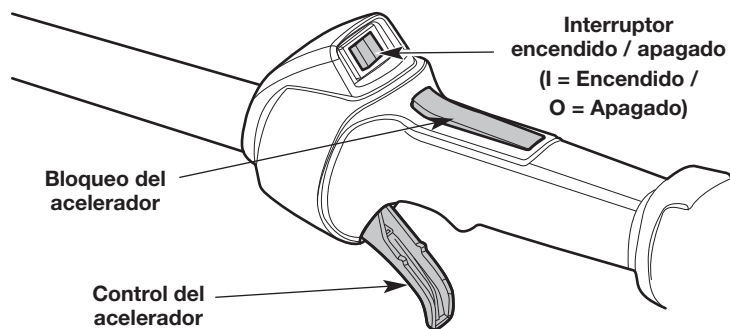

Fig. 19
NOTA: No es necesario encender la unidad. El interruptor de encendido/apagado está en la posición **Encendido (I)** en todo momento (Fig. 19).
NOTA: NO apriete el control del acelerador (Fig. 19) hasta el paso 6.
6. Oprima y mantenga apretado el bloqueo del acelerador (Fig. 19). Apriete el control del acelerador según sea necesario para el funcionamiento (Fig. 19).
2. Oprima y mantenga apretado el interruptor de encendido/apagado en la posición **Apagado (O)** hasta que el motor se pare por completo (Fig. 19).